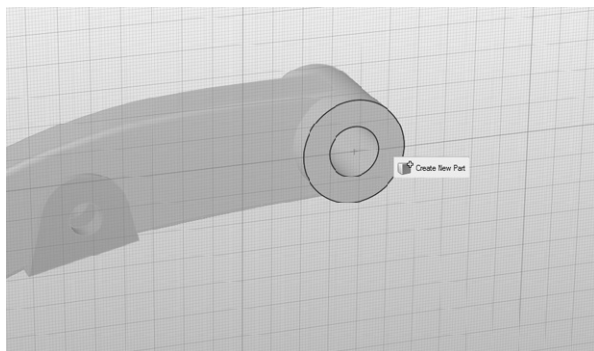

图 6-25
3) 单击联结部分的表面，创建一个与所选面垂直的草绘平面，且所选面各边呈红色，如图 6-25 所示。